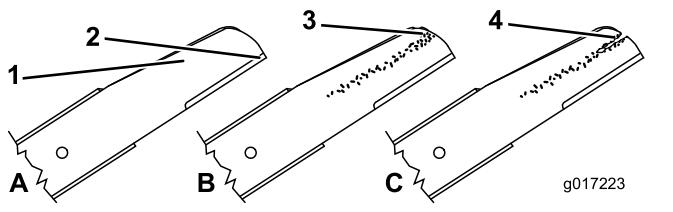

Figura 39
1. Controllate i taglienti (Figura 39). Se i taglienti non sono affilati o presentano intaccature, togliete le lame ed affilatele o sostituitele.
2. Controllate le lame stesse, in particolare l'area curva (Figura 39). In caso di danni, usura o scanalature nell'area, sostituite immediatamente con una nuova lama.